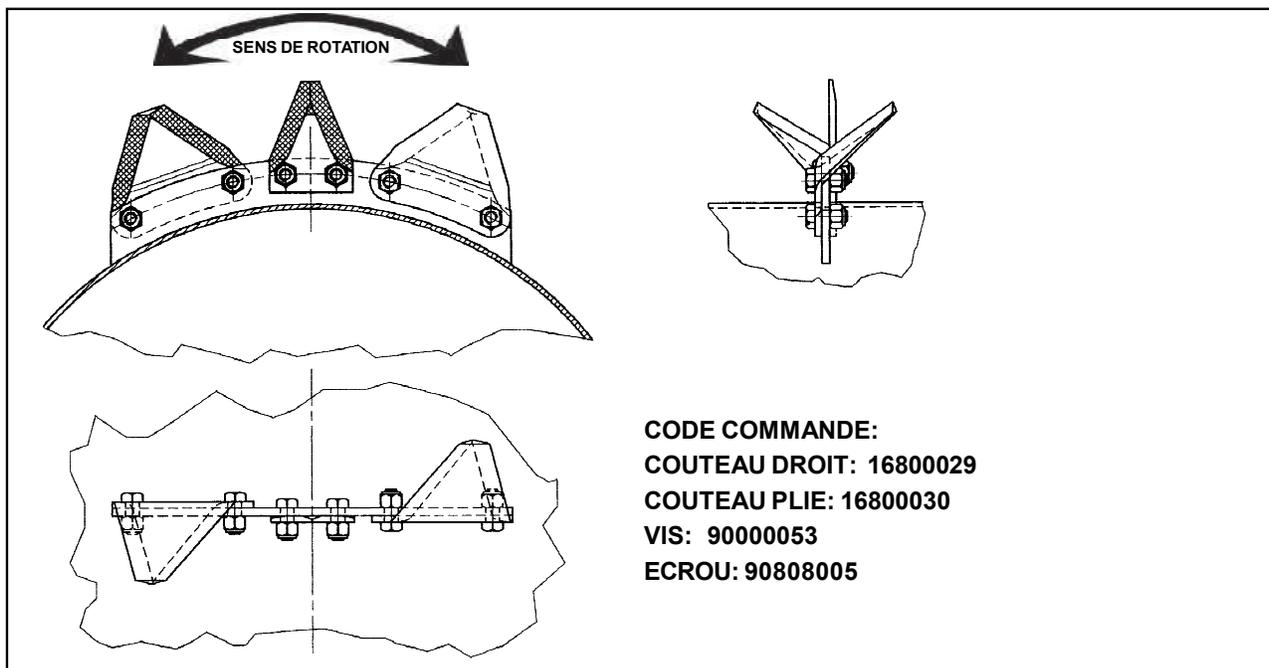

FIG. 26
- 3) Procéder au remplacement des couteaux (**Fig.26**).